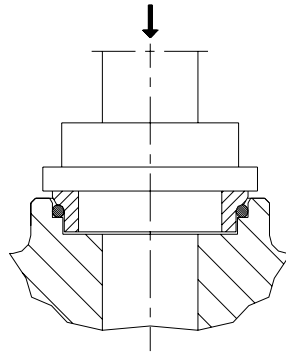

Fig. 7.1
A continuación colocar la parte fija del cierre teniendo precaución de encarar el pivote de la tapa cierre (09) con el fresado que lleva el cierre, para ello prensar a mano la parte giratoria del cierre valiéndose de un tampón de plástico, PVC, PTFE, en la parte en contacto con la superficie lapeada, ver fig.7.1.
Alojar la parte giratoria del cierre (08) en el rotor (21), para ello prensar a mano la parte giratoria del cierre valiéndose de un tampón de plástico, PVC, PTFE, en la parte en contacto con la superficie lapeada. Ver Fig. 7.1.